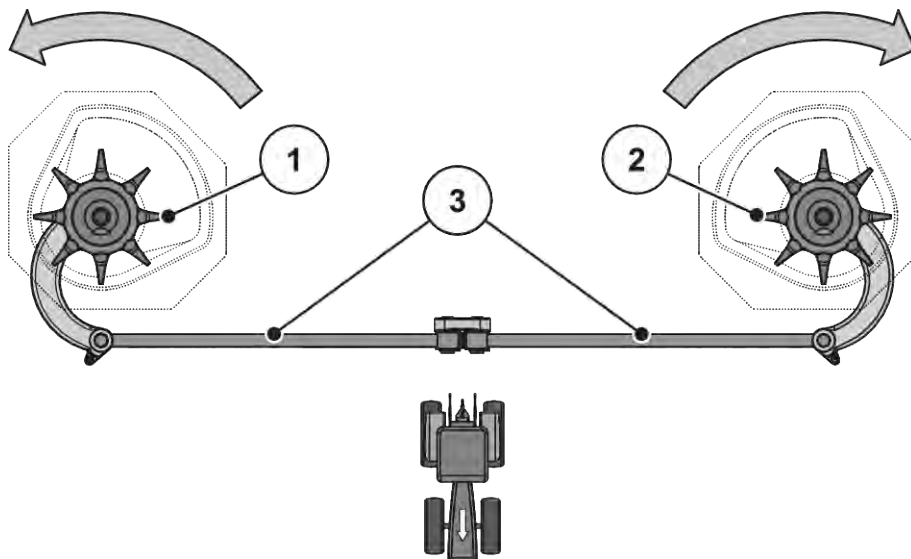

Fig. 53: Kontrollere røreverksdrev
- Drei blandehodet for hånd **i retningen til spredeskiven**. Se Fig. 53 Kontrollere røreverksdrev.
- Drei rørehodet for hånd eller ved hjelp av et oljefilterbånd kraftig **mot dreieretningen til spredeskiven**. Se Fig. 53 Kontrollere røreverksdrev